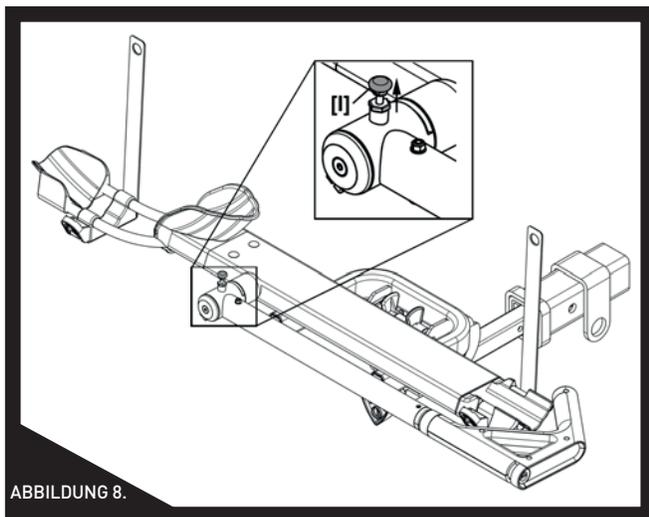
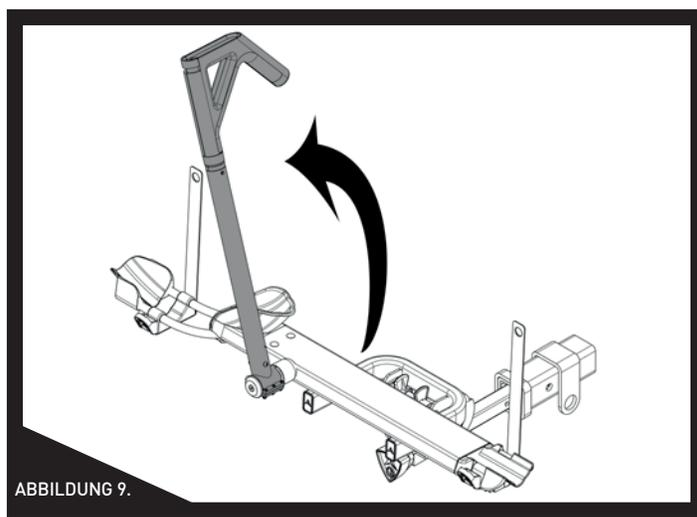

ABBILDUNG 8.
ABBILDUNG 9.
SCHRITT 6: Heben Sie den Fahrradhalterarm hoch, heben Sie den Zugstift [I] wie in Abb. 8 gezeigt hoch, während Sie den Haltearm ganz in die vordere Position schwenken (Abb. 9).